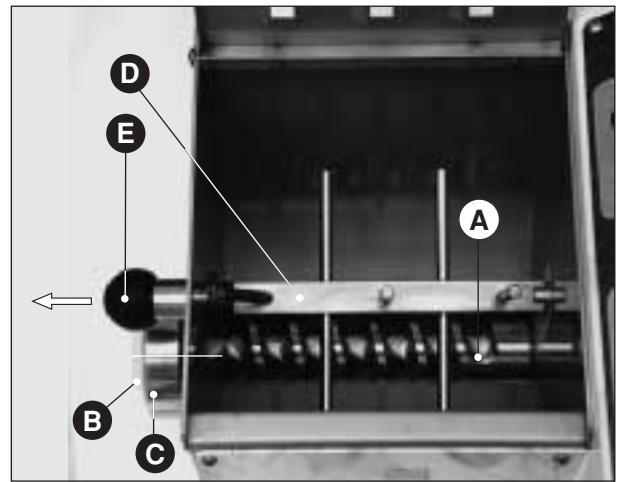
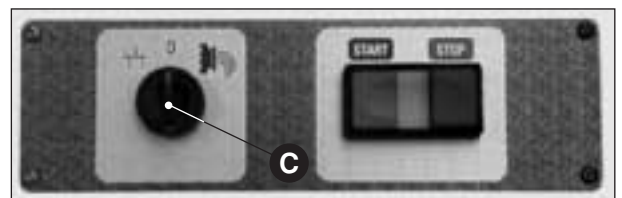

Abb. 1
Abb. 2
- den Schalter auf "0" stellen (**Abb. 2 C**), die korrekte Montage der Schnecke (**Abb. 1 A**) überprüfen und dabei beachten, ob der zylindrische Teil auf der Zugwelle aufliegt.
- sich des weiteren versichern, ob der Plastikstöpsel (**Abb. 1 B**), der das Zieheisen ersetzt, gut sitzt und die Nutmutter (**Abb. 1 C**) gut geschlossen ist;
- schließlich das Mischgerät (**Abb. 1 D**) anhand des Kugelgriffs auf seinem Gehäuse sicher blockieren (**Abb. 1 E**).